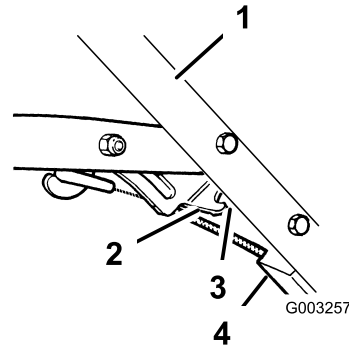

Figura 32
- A. Afloje la tuerca del soporte del cable (Figura 32).